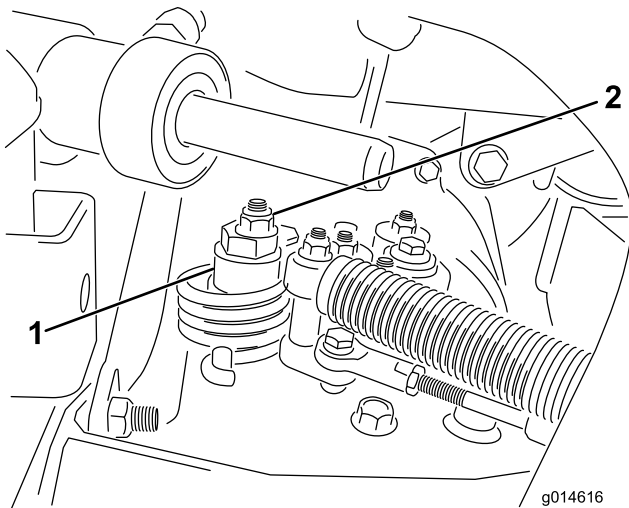

Bild 51
- A. Lösen Sie die Mutter, mit der der Exzenter oben am Hydrostat befestigt ist (Bild 51).
- C. Drehen Sie den Exzenter, bis kein Kriechen in jeder Richtung auftritt. Ziehen Sie die Schraube fest, wenn sich das Rad nicht mehr dreht, um den Exzenter und die Einstellung zu arretieren (Bild 51). Überprüfen Sie die Einstellung mit dem Gasbedienungshebel auf Langsam“ und auf Schnell“.